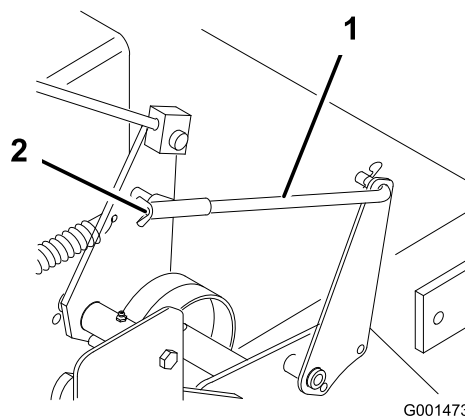

Figure 35
5. Pour régler le frein, tournez les écrous à oreilles sur les tiges de frein (Figure 35). Tournez les écrous à oreilles dans le sens horaire pour serrer le frein, et dans le sens anti-horaire pour le desserrer.